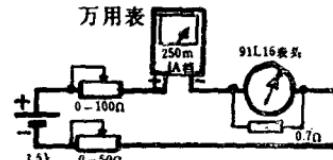

图 13 标电流表刻度
3. 按图 13 的电路串联万用表的 250mA 档，调节电位器，使改装电表指示正好满刻度，如这